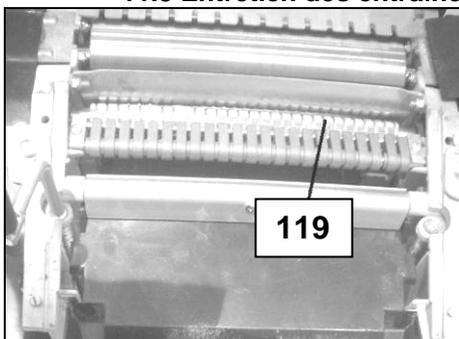

Fig 81
- Nettoyez régulièrement le rouleau cranté d'entraînement (119) (Fig 81) avec une brosse ou de l'air comprimé, et vérifiez par la même occasion l'état du rouleau de sortie qui doit être propre pour ne pas marquer le bois raboté.